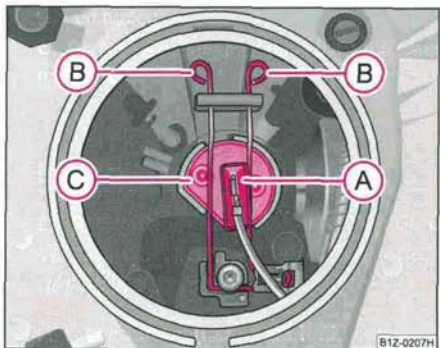

Fig. 222 Dépose de l'ampoule pour feu de route
- Débranchez la fiche (A) ⇒ fig. 222.
- Poussez l'étrier en fil de fer (B) en direction du phare puis décrochez-le en le tirant sur le côté.
- Sortez l'ampoule (C) et mettez-en une neuve de sorte que les ergots de fixation du socle de l'ampoule viennent prendre dans les découpures du réflecteur.